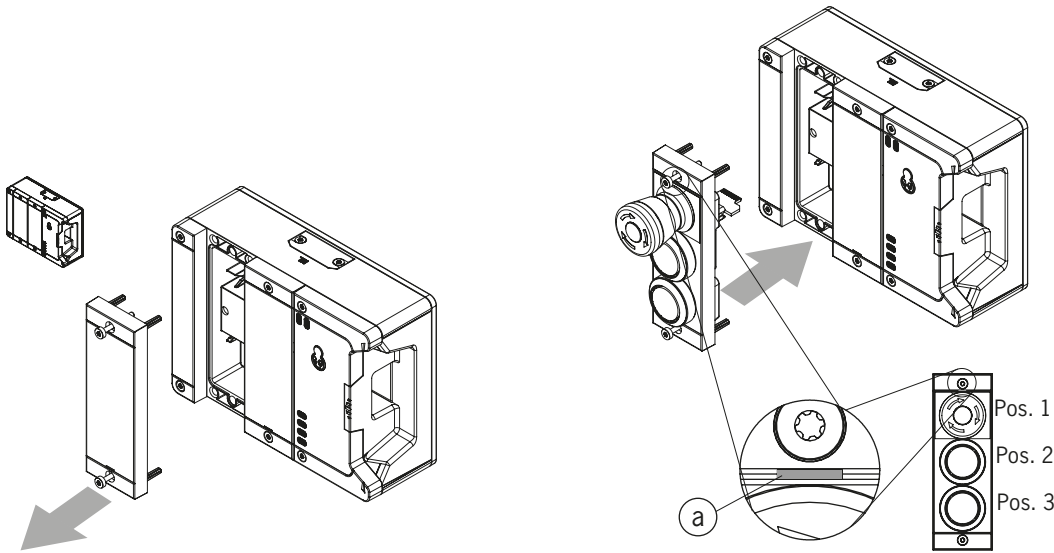

图10：安装子模块
- 注意子模块是否对齐。请参见图10：安装子模块中的标记(a)。子模块也可以在旋转180°后安装。标记(a)始终指示要配备的第一个位置。这是以下示例中的急停开关S1的位置。